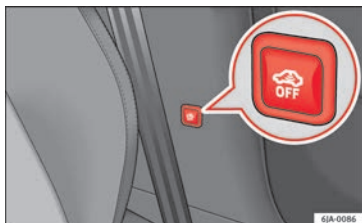

Fig. 127 Botão para a vigilância do habitáculo e o controlo do sistema antirreboque.
- Ao pressionar o botão  **Fig. 127** na coluna central, o símbolo de cor vermelha , que se encontra dentro do botão, passa a laranja.